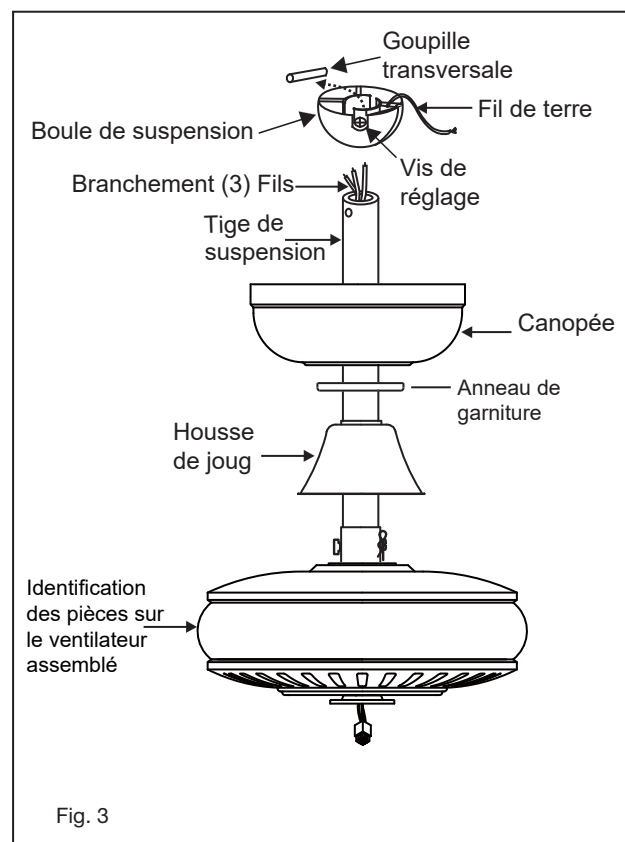

Fig. 3
- 1 Glissez le couvercle de l'étrier, l'anneau de garniture et la verrière sur la tige de suspension. (Fig.3)